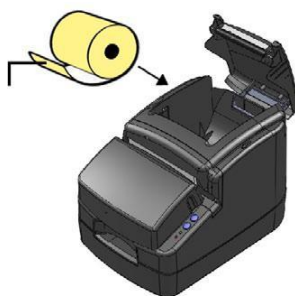

Figura 5: Inserção do rolo de papel
- Insira o papel no compartimento, na posição mostrada na Figura 5.